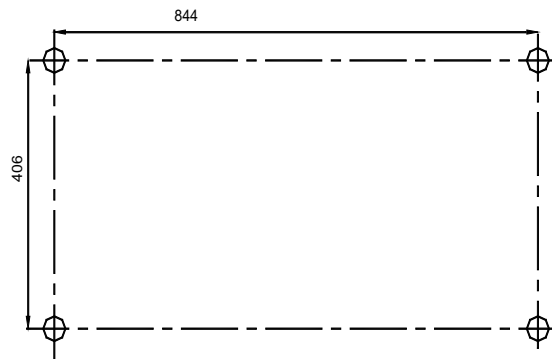

Рис. 3.
Кресло стоматологическое электромеханическое медицинское КСЭМ-05 поставляется с гигиеническим покрытием сиденья, спинки, подголовника. Управление креслом осуществляется посредством педали управления. Кресло рекомендуется крепить к полу с использованием крепежа М10 (см. рис.3.).
6.2. Рекомендуются основание кресла крепить к полу 6-тью анкерными болтами с Ø 10 мм через отверстия в основании кресла. Разметку крепления см. рис. 3.